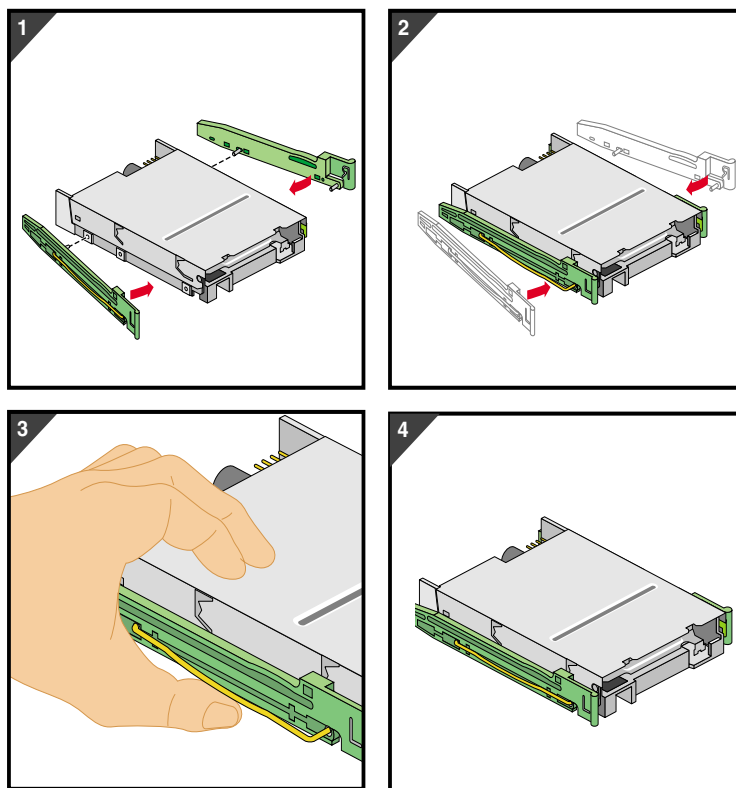

图 2-8 安装 3.5 英寸驱动器的驱动器滑轨
3. 3.5 英寸驱动器的驱动器滑轨不能互换。它们有指示安装位置的“R”或“L”标记。在将滑轨安装到驱动器之前，请检查以确保有“L”标记的滑轨位于驱动器的左侧，有“R”标记的滑轨位于驱动器的右侧，如图 2-8 所示。
4. 若要在驱动器上安装滑轨，请将该滑轨电线夹的一端放入驱动器的螺钉孔。轻推驱动器滑轨的中部，直到电线夹的另一端卡进螺钉孔。其过程如图 2-8 所示。
3. 3.5 英寸驱动器的滑轨不能互换。它们有指示安装位置的“R”或“L”标记。将滑轨安装到驱动器之前，请检查以确保有“L”标记的滑轨位于驱动器的左侧，有“R”标记的滑轨位于驱动器的右侧，如图 2-8 所示。
4. 若要在驱动器上安装驱动器滑轨，可将驱动器滑轨电线夹的一端放入驱动器的螺钉孔。轻推驱动器滑轨中部，直到电线夹的另一端卡进螺钉孔。请确保连接器朝外面。其过程如图 2-8 所示。